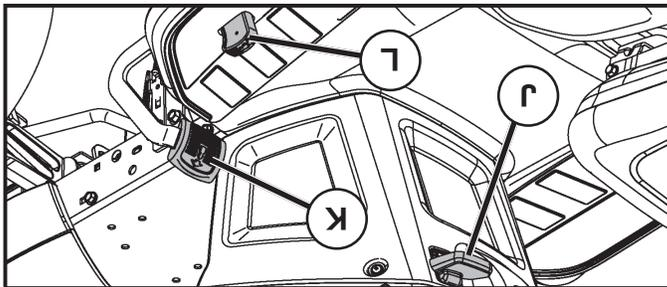

Fig. 7
UTILIZAR EL MANDO CRUCERO (J) (Vea Fig. 7)